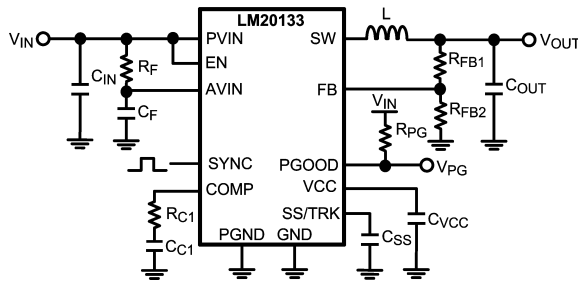

FIGURE 2. Typical Application Circuit
LM20133 は、できる限り少ない外付け部品で効率的な低電圧降圧レギュレータを実装するために必要なすべての機能を備えたスイッチング・レギュレータです。この使いやすいレギュレータは、2つのスイッチ素子を内蔵し、最大 3A の連続出力電流を供給できます。レギュレータは非線形スロープ補償によるピーク電流モード制御により、出力電圧範囲全体にわたり最適な安定性および過渡応答を実現します。ピーク電流モード制御は、入力電圧フィードフォワード、サイクルごとの電流制限、ループ補償が簡単という特長を原理的に備えています。内蔵発振回路は最大 1.5MHz までの周波数に同期可能で、インダクタ・サイズを最小化しながら最大 96% の効率を達成しています。高精度な内部電圧リファレンスにより、出力を 0.8V という低電圧に設定できます。そのほか、電流制限、サーマル・シャットダウン、オーバーボルテージ保護、シャットダウン機能を備えています。デバイスは放熱を助ける露出パッドを組み込んだ eTSSOP-16 パッケージで供給されます。5V または 3.3V バスから効率的に降圧する目的で、LM20133 は数多くのアプリケーションに適用することが可能です。LM20133 の一般的なアプリケーション回路は設計ガイドラインの Figure 2 に示しています。
この項では、全機能を有する電源の構築に必要な外付け部品の選定方法を段階を踏んで説明します。どのような DC/DC コンバータの設計であっても、効率、実装面積、性能が最適化のトレードオフになります。このセクションではこれらの設計条件について詳しく取り上げます。部品選定を簡易化するために、下の Figure 2 に示す回路を参考として使用します。特記のない限り、すべての式において単位は電流をアンペア (A)、容量をファラッド (F)、インダクタンスをヘンリー (H)、電圧をボルト (V) とします。
高周波ノイズのスパイクによって AVIN ピンおよび AGND ピンに接続された高感度のアナログ回路が妨害されることを防ぐため、PVIN と AVIN の間に高周波数 RC フィルタが必要となります。これらの部品は Figure 2 に C_F および R_F として示されています。 R_F に必要な値は 1 です。 C_F は必ず使用してください。 C_F の推奨値は 1.0 μ F です。フィルタ・コンデンサ C_F は、AVIN と AGND を直接接続し、可能な限り IC の近くに配置してください。このとき、 C_F には X5R や X7R など、適切なセラミック・コンデンサを選択すべきです。